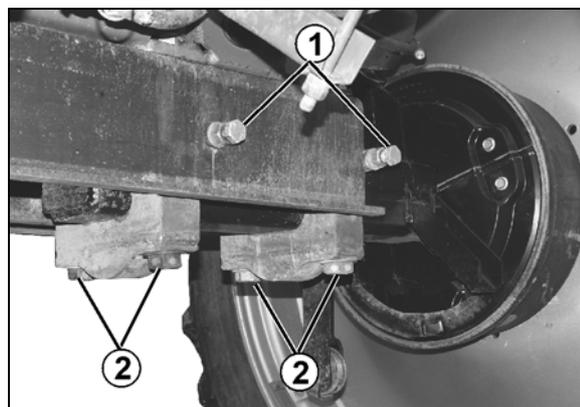

Fig. 135
Los anchos de vía ajustables dependen del montaje de las ruedas (Fig. 135):
5. Introducir o extraer la mitad del eje hasta la posición deseada. Determinar para ello la medida x desde el borde externo del bastidor de base (Fig. 135/1) hasta el centro de la rueda del pulverizador e introducir o extraer la mitad del eje según corresponda.